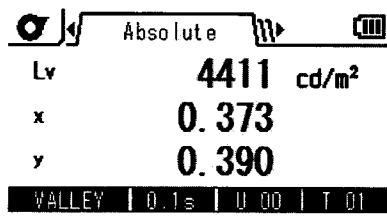

Рисунок 14
На экране меню нажать кнопку «ESCAPE». Откроется экран измерений (рисунок 14).
8.4.1.3 Для моделей LS-150, LS-160, CS-150, CS-160. Направить прибор на источник яркости, настроить резкость, поворачивая кольцо на объективе. На экране меню нажать кнопку «ESCAPE». Откроется экран измерений (рисунок 14). Нажать кнопку запуска измерений. Значение L_v , $\text{кд}/\text{м}^2$, отображается и на экране прибора.